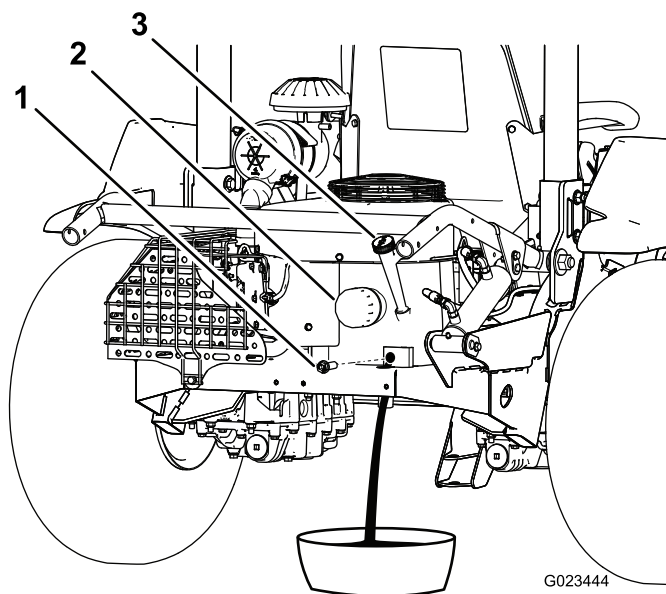

Figure 40
3. Enlevez le bouchon de vidange (Figure 40) et vidangez l'huile dans un bac adapté. Remettez le bouchon quand la vidange est terminée.